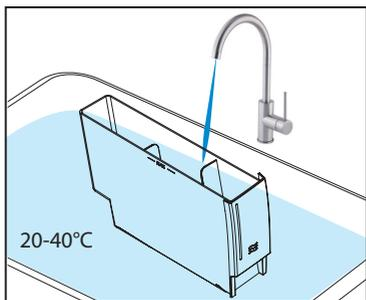

Fig. 3
3. Rincez soigneusement le réservoir d'eau à l'eau propre, à 20-40 °C. (Voir Fig. 3)